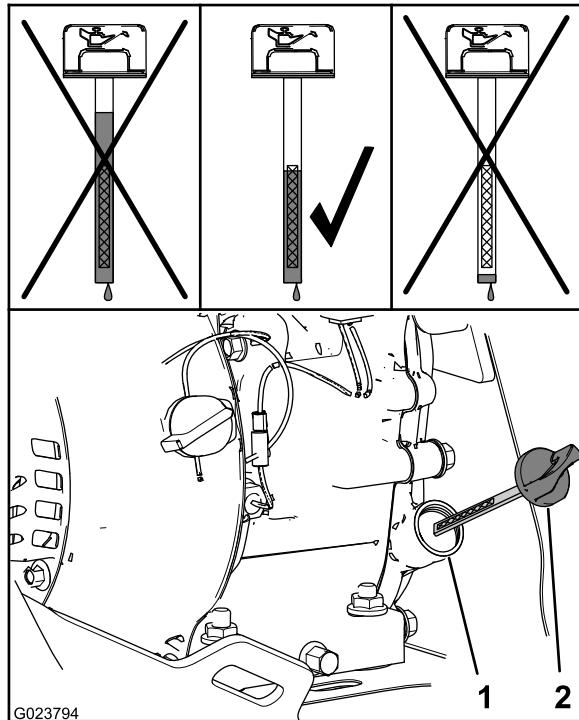

Figure 28
- Sortez de nouveau la jauge et contrôlez le niveau d'huile (Figure 28).
Remarque: Le niveau d'huile doit atteindre le haut du repère sur la jauge (Figure 28).
- Versez de l'huile spécifiée dans le goulot de remplissage (Figure 28).